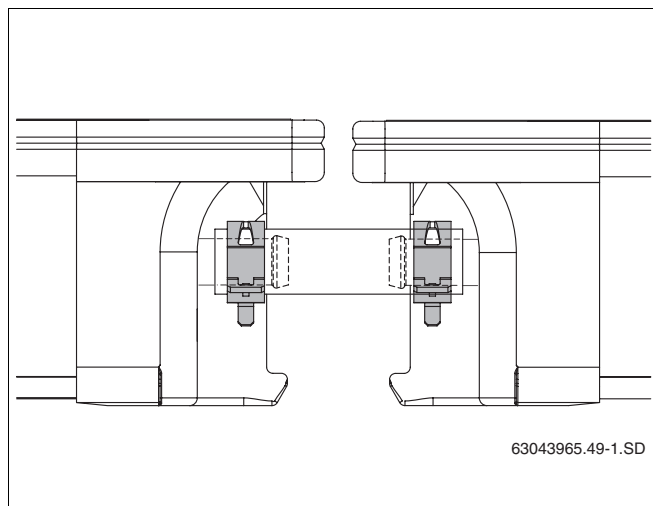

Fig. 47 Furtun solar cu coliere arc
- Asigurați fiecare furtun solar la racordul colectorului cu un colier arc (Fig. 47).